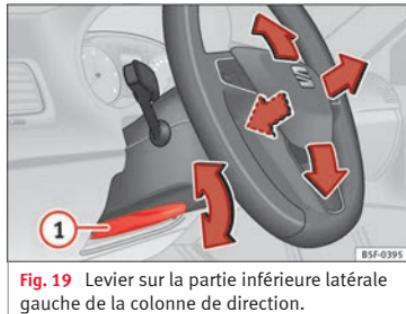

Fig. 19 Levier sur la partie inférieure latérale gauche de la colonne de direction.
- Régler la position du volant : tirez le levier » fig. 19 ① jusqu'en bas, déplacez le volant